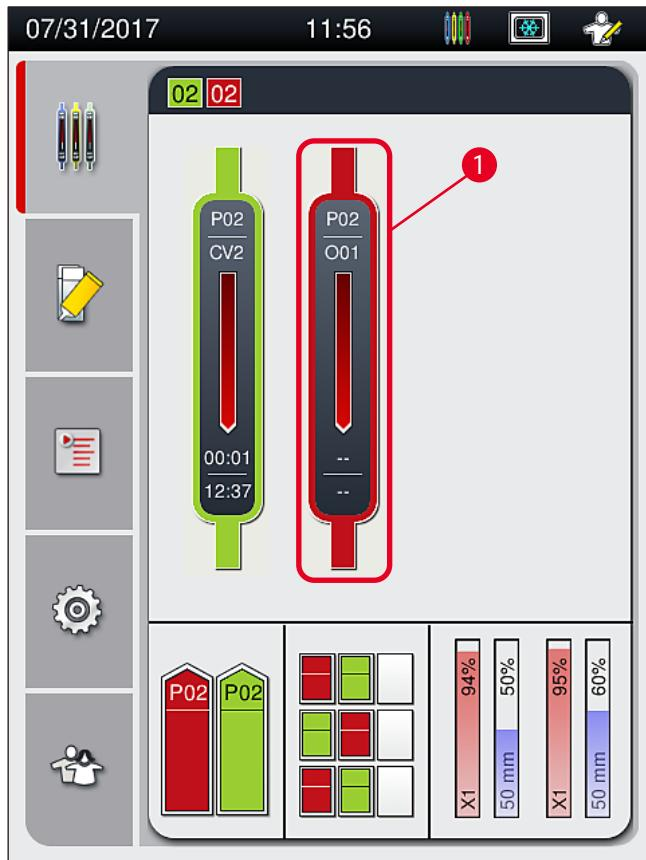
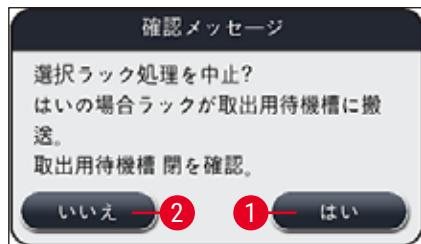

図 78
図80
① 封入処理のキャンセルは、プロセスステータス表示画面からのみ行うことができます（→ 図 78）。
ラック処理中止（→図79-1）ボタンを押すと、情報メッセージが表示されます（→図80）。中止を確定するには、はい（→図80-1）を押します。いいえ（→図80-2）を押すと、プロセスステータス表示画面（→図78）に戻ります。